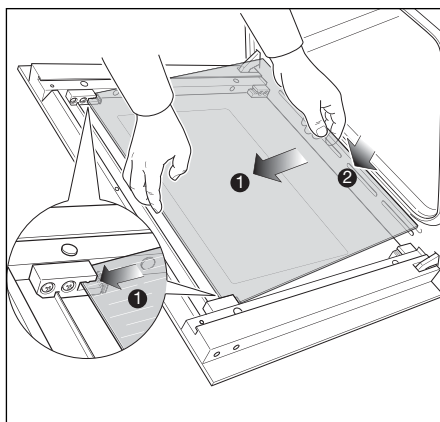
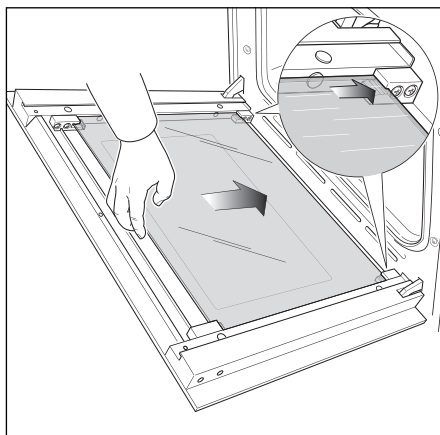

Figura 42b
Figura 42c
- Inserire gentilmente il bordo superiore del pannello nei dispositivi di chiusura superiori (freccia 1 nella figura 42b), poi abbassare il pannello e inserire il bordo inferiore nei dispositivi di chiusura inferiori (freccia 2 nella figura 42b); e poi scorrere in posizione il pannello (Figura 42c).